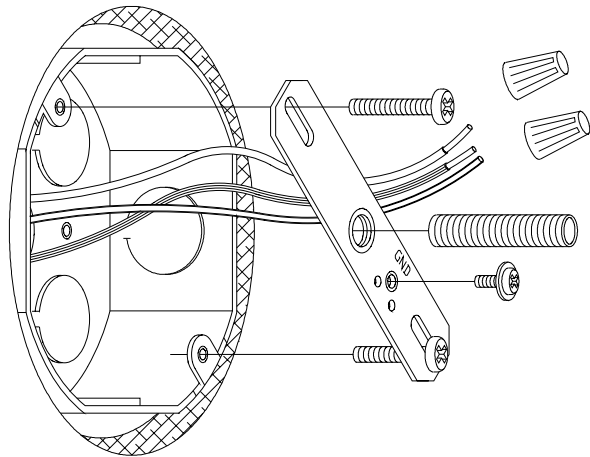

Figure 2
2. **Thread (1) 1/8IP x 2" Nipple into Crossbar,** about 1/4". (head of green screw should face outward). \_\_\_\_\_ **See Fig 2.**
3. **Attach the crossbar to the junction box** by inserting the (2) #8-32 x 1" machine screws through the slots in the crossbar into the junction box. (head of green screw should face outward). \_\_\_\_\_ **See Fig 2.**
2. **Visser (1) tige filetée** 1/8IP x 2 po dans la traverse d'environ ¼ po. (Tête de la vis verte vers l'extérieur.) **Voir la figure 2.**
3. **Fixer la traverse à la boîte** de jonction en insérant les (2) vis de mécanique cal. 8-32 x 1 po dans les rainures de la traverse de la boîte de jonction. (Tête de la vis verte vers l'extérieur.) **Voir la figure 2.**
2. **Enrosque (1) entrerroca de 1/8IP X 2"** en la barra transversal, acerca de ¼". ( la cabeza del tornillo verde debe mirar hacia afuera) . **Vea Fig 2.**
3. **Conecte la barra transversal** a la caja de ensambladura insertando los (2) tornillos de máquina #8- 32 X 1" por las ranuras de la barra transversal a la caja de ensambladura. ( la cabeza del tornillo verde debe mirar hacia fuera). **Vea Fig 2.**